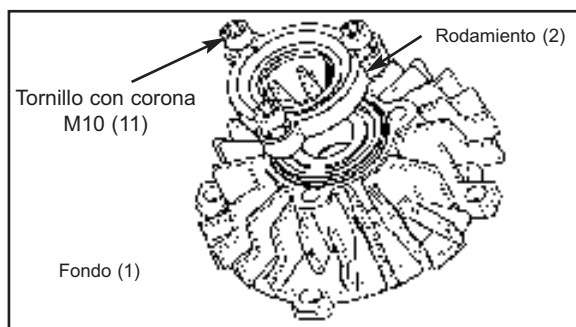

Figura 23
8. Instale una junta tórica nueva de protector de rodamiento; vuelva a colocar las cuñas que pudiera haber y fije el protector de rodamiento al fondo con tres tornillos M10 (11). Apriete los tornillos con un par de 26 lbs ft (35 Nm) ; ver la figura 23.